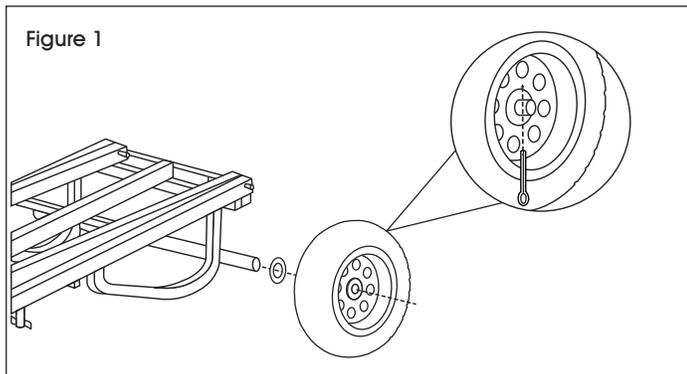

Figure 1
1. Glissez une rondelle plate sur l'extrémité de l'essieu. Glissez délicatement une roue sur l'extrémité de l'essieu. (Voir Figure 1)